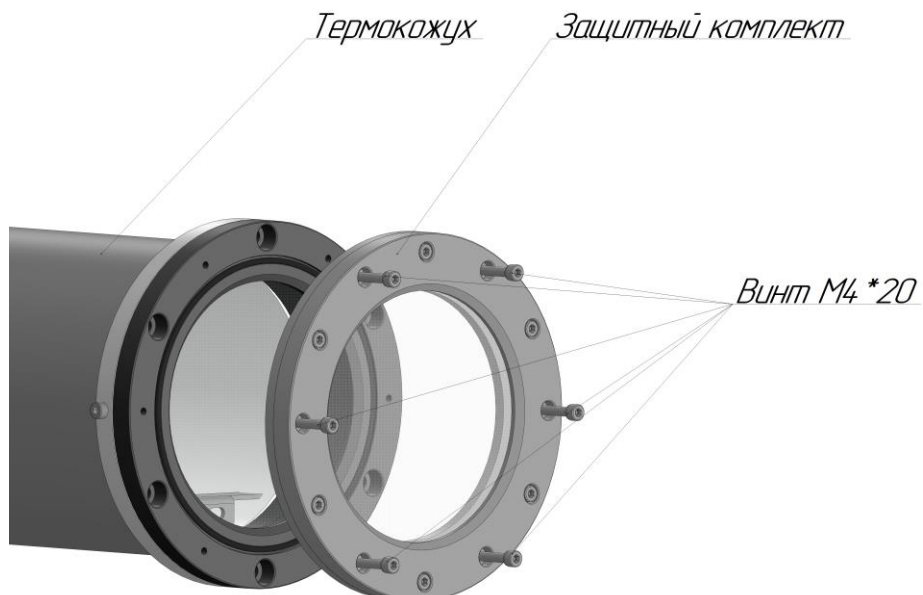

Рис. 2 – Термокожух с защитным комплектом
1. На термокожухе открутить 6 винтов М4х10, рис. 2.
2. Установить уплотнительное кольцо (входит в комплект поставки) в паз защитного комплекта. Закрепить защитный комплект на термокожух при помощи 6 винтов М4х20 (входят в комплект поставки) момент затяжки должен быть не менее 3 Нм, рис. 2.